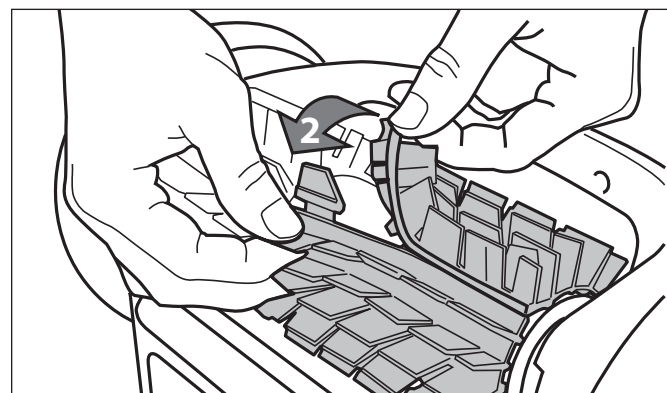

Figura 32. Deshaga las trabillas del cepillo
2. Separe los bordes del cepillo y deshaga las pestañas como se muestra en la Figura 32. Retire los cepillos gastados.